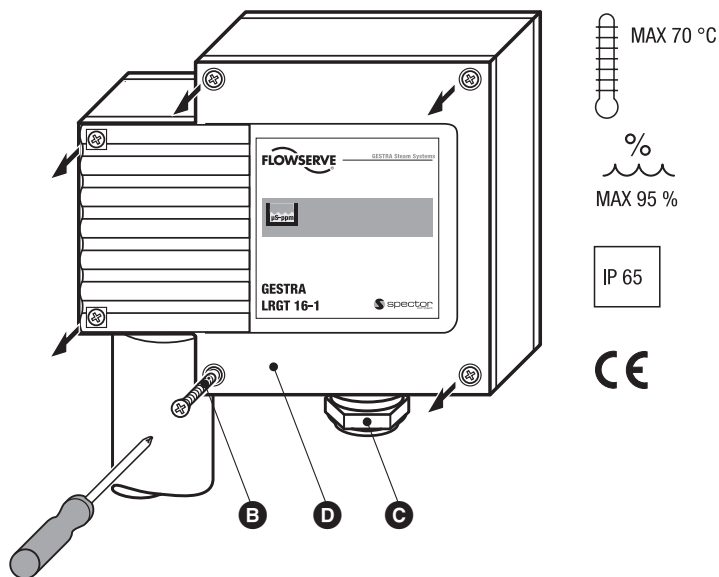

Рис. 5
1. Удалите винты **B** крышки, снимите крышку **D**, **Рис. 5**.